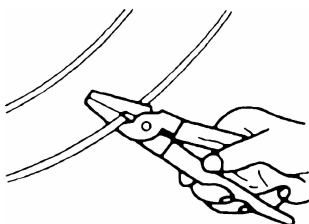

图 1-4 用绝缘工具切断电源
② “切”:如果电源开关或插销距离触电现场较远时,可用有绝缘柄的电工钳等工具切断电源。切断时应防止带电导线断落触及周围的人体,如图 1-4 所示。